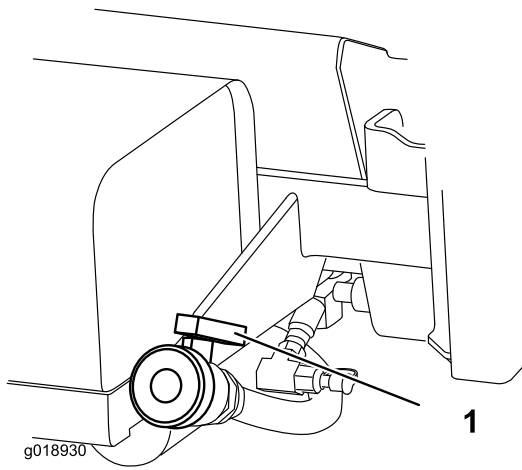

Figura 22
2. Localice la válvula de vaciado del depósito situada en la parte trasera de la máquina (Figura 22).